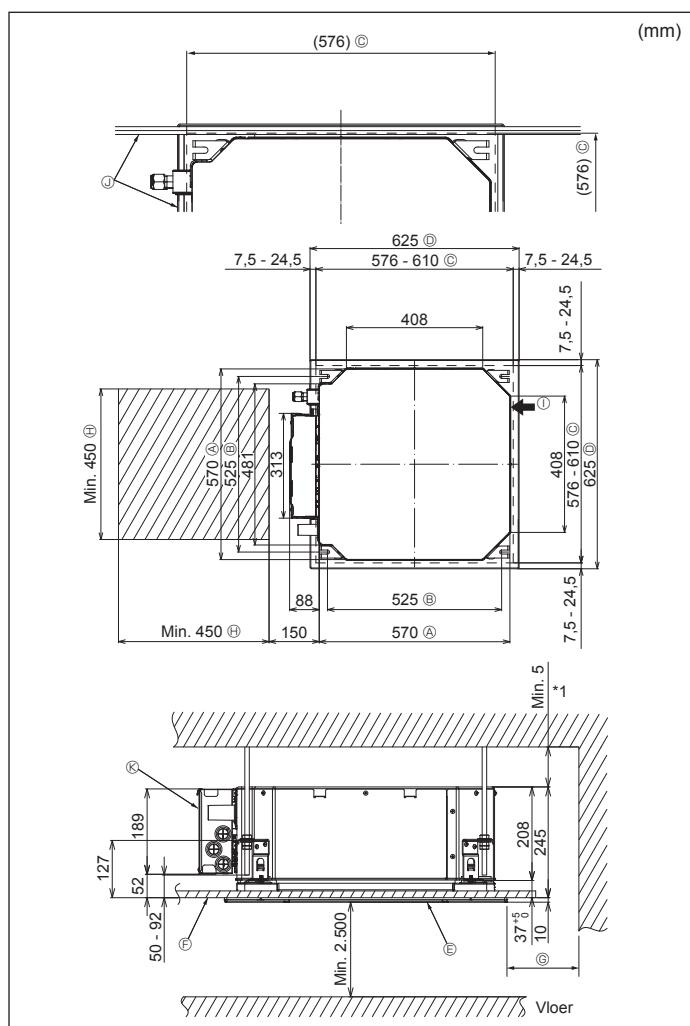

Fig. 4-2
⑤	Aftapbus	1
⑥	Isolatie	1
4.2. Plafondopeningen en posities voor installatie van ophangbouten (Fig. 4-2)